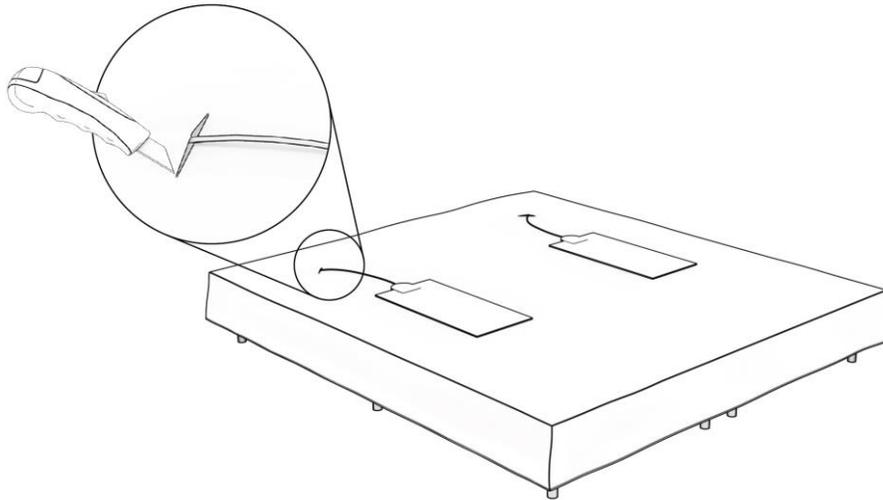

Abbildung 4: Positionierung der Heizelemente und Schlitze für die Kabel in den Bezug schneiden
Schritt 4. Positionieren Sie die Heizelemente auf dem unteren Teil des Bezuges, wie in Abbildung 4 dargestellt. Es gibt zwei Varianten eines unteren Bezuges. Eine hat vorgestanzte Löcher im Boden des Bezuges, durch die die Kabel der Heizelemente geführt werden können. Bei der anderen Variante muss man mit einem Stanley-Messer selbst Schlitz in den Boden des Bezuges, an den in Abbildung 4 gezeigten Stellen, anbringen und die Heizelementkabel durch diese Schlitz im Bezug und durch die Löcher in den Bodenplatten führen.